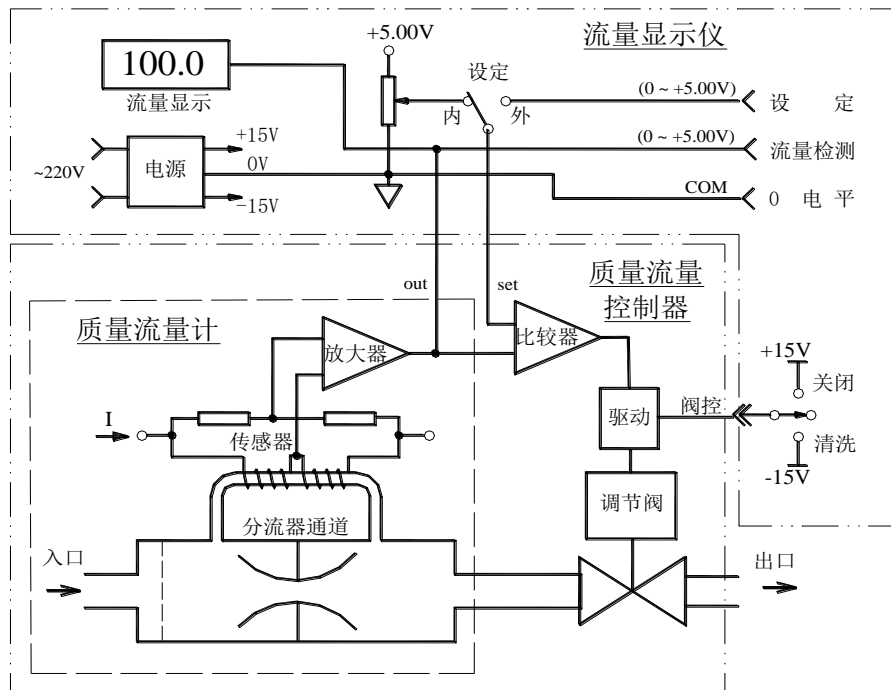
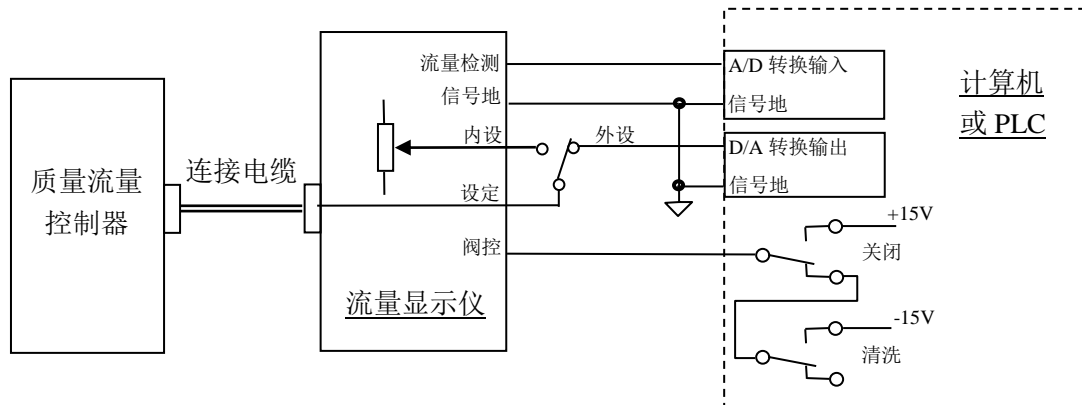

图 3. 质量流量控制器原理
图 7. 通过流量显示仪与计算机的连接
流量传感器采用毛细管传热温差量热法原理测量气体的质量流量(无需温度压力补偿)。将传感器加热电桥测得的流量信号送入放大器放大, 放大后的流量检测电压与设定电压进行比较, 再将差值信号放大后去控制调节阀门, 闭环控制流过通道的流量使之与设定的流量相等。分流器决定主通道的流量。与之配套的 D08 系列流量显示仪上设置有稳压电源, 3 位半数字电压表, 设定电位器, 外设、内设转换和三位阀控开关等。本控制器与流量显示仪连接后的工作原理如图 3 所示。
- a. 通过流量显示仪与计算机(或其它外部信号)的连接方法，见图 7。
参照图 1 和图 7，先将显示仪上的设定开关打到“外设”位，将阀控开关置于“阀控”位，再启动计算机程序进行工作。
当阀开关置于阀“控位”时，用户也可通过外控信号插座上的“阀控”线控制阀门，(参照图 3 和图 7)，当阀控线接+15V 时，阀门关闭；当阀控线接-15V 时，阀门开到最大，处于清洗状态；当阀控线悬空时，阀门处于自动控制状态。